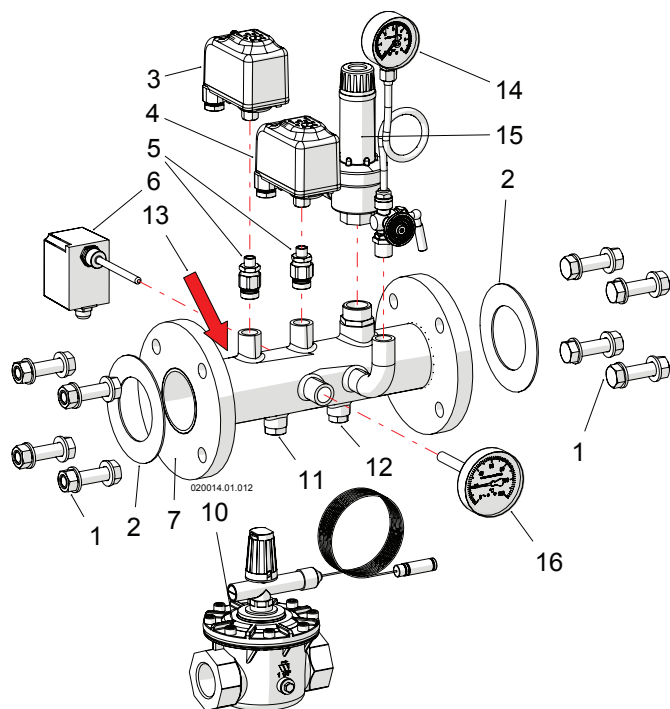
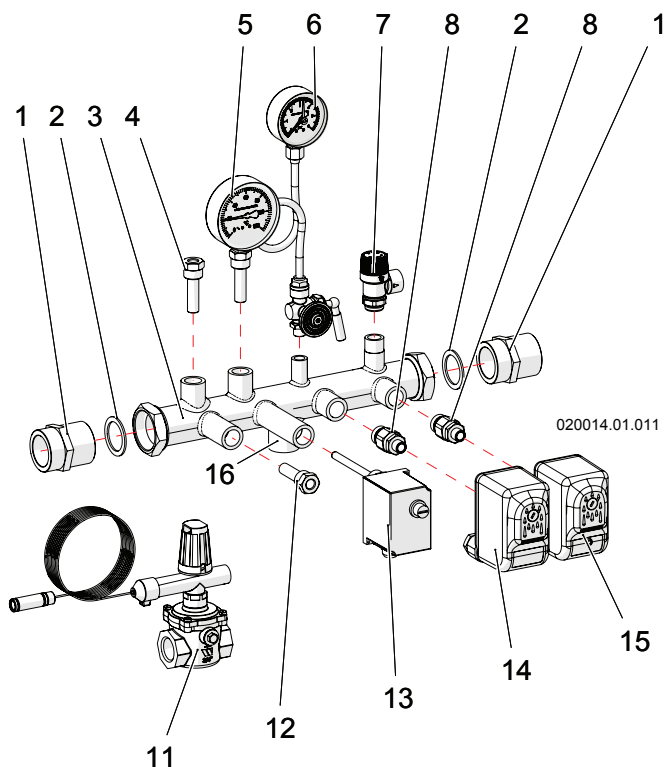

Figura 7-4 - Kit per modelli 180-210-280
Figura 7-3 - Kit per modelli 60-70-100-115-140
**È vietata l'installazione di organi di intercettazione fra l'apparecchio e la valvola di sicurezza (particolare "7" di Figura 7-3 e "15" di Figura 7-4).**
Legenda Figura 7-4
**ATTENZIONE!!!** Il sensore della valvola (particolare "10" Figura 7-4) va posizionato nel pozzetto portasonda "11" e fermato con l'apposita vite di bloccaggio antisfilo.
Legenda Figura 7-3
**ATTENZIONE!!!** Il sensore della valvola (particolare "11" Figura 7-3) va posizionato nel pozzetto portasonda "4" e fermato con l'apposita vite di bloccaggio antisfilo.